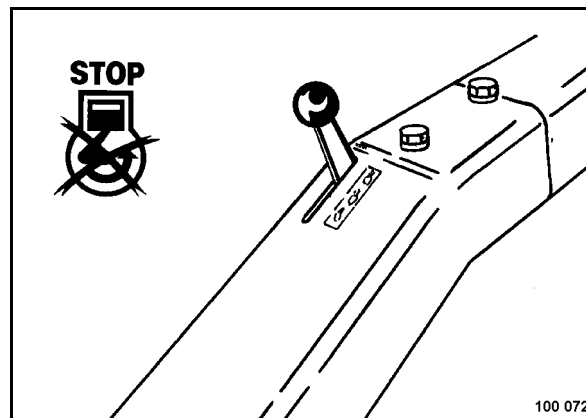

Рис. 48
- Установить рычаг управления частотой вращения (Рис. 48) в положение "STOP".